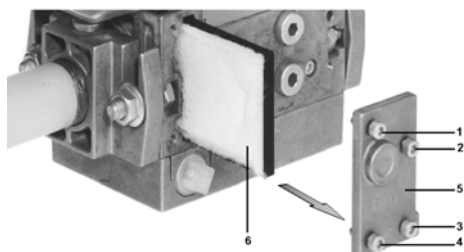

Fig. 14
- 2 Svitare le viti 1 ÷ 4 con una chiave esagonale n. 3 e togliere il coperchio del filtro 5 in Fig. 14.